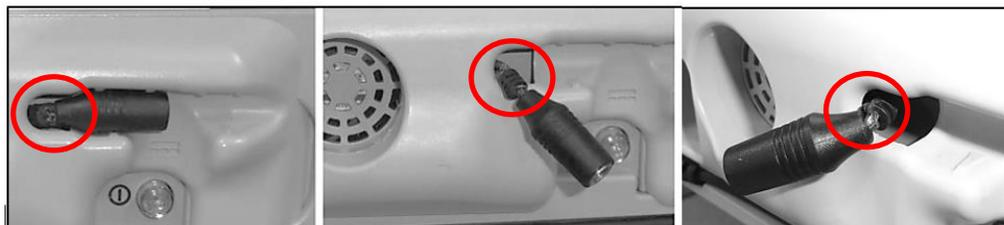

Figura 3 Esempi di danno alla spina del connettore
- a. Esaminare la spina del connettore di alimentazione sulla parte posteriore del PES per escludere che sia danneggiata. Vedere gli esempi di cavi/fili sfilacciati o danneggiati nella Figura 3.